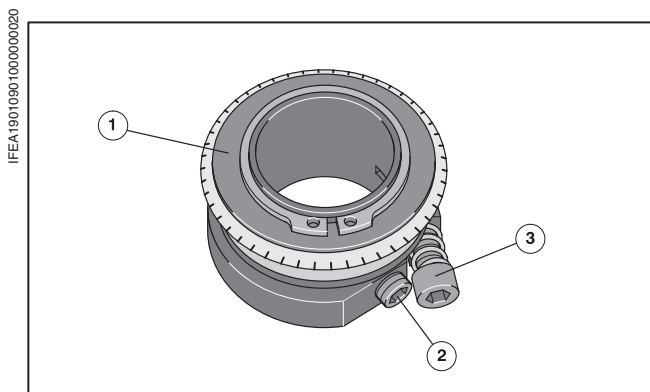

Рис. 3 Держатель перфорационного ножа
- ❶ Надеть держатель перфорационного ножа (Рис. 3/❶) на вал перфоратора.
- ❷ Держатель перфорационного ножа закрепить на валу перфоратора фиксирующим винтом (Рис. 3/❷).
- ❸ В **позиции отвода** фиксирующий винт (винт с внутренним шестигранником, Рис. 3/❷) закручивается в **нижнем пазу** вала перфоратора, **для юстировки и перфорации** фиксирующий винт следует ослабить, держатель перфорационного ножа повернуть на валу перфоратора и закрепить фиксирующим винтом в верхнем пазу.
С помощью **юстировочного винта** (Рис. 3/❸) держатель перфорационного ножа после подвода вала перфоратора юстировать относительно печатного цилиндра шестигранным гаечным ключом. - Направление вращения: по часовой стрелке, чтобы подвести держатель перфорационного ножа к печатному цилиндру.